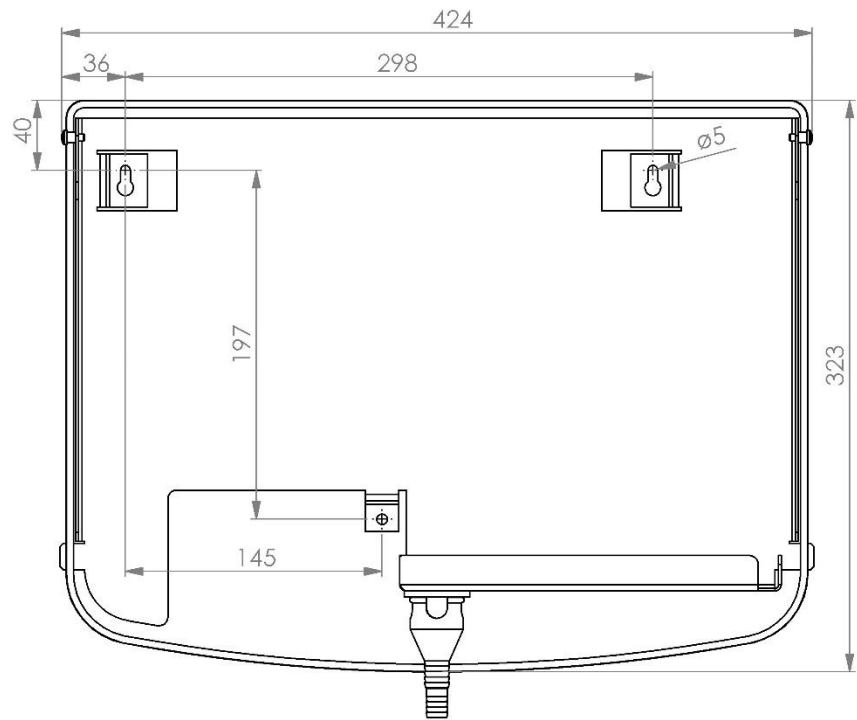

Abbildung 10
1. Bohren Sie die Befestigungslöcher wie in Abbildung 10 dargestellt.